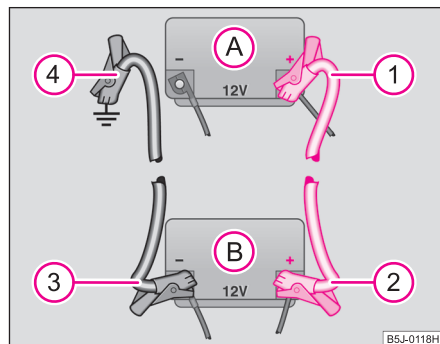

Fig. 174 Executarea pornirii cu ajutorul bateriei altui autovehicul: A - bateria descărcată, B -bateria furnizoare de curent
- Prindeți un capăt la polul plus (1) ⇒ fig. 174 al bateriei descărcate (A).
- Prindeți celălalt capăt la polul plus (2) al bateriei care furnizează curent (B).